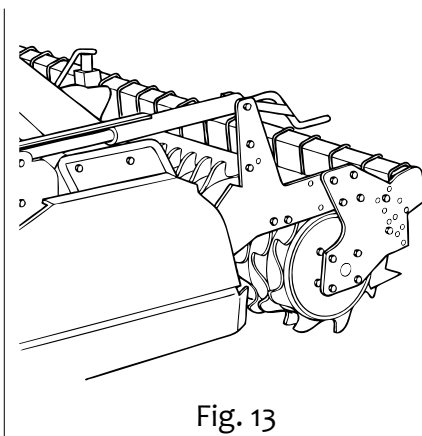

Fig. 13
2. Con cilindros de tornillo. (Fig. 13). Esta solución se efectúa con dos cilindros de tornillo ubicados en las extremidades de la máquina y regulables con varilla graduada. Alzando el rodillo se aumenta la profundidad de trabajo y bajándolo disminuye.